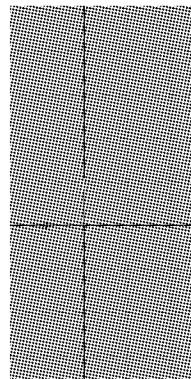

图 3-14 创建曲线
- (1) 在 Side(侧视图)创建一条 CV 曲线,如图 3-14 所示。